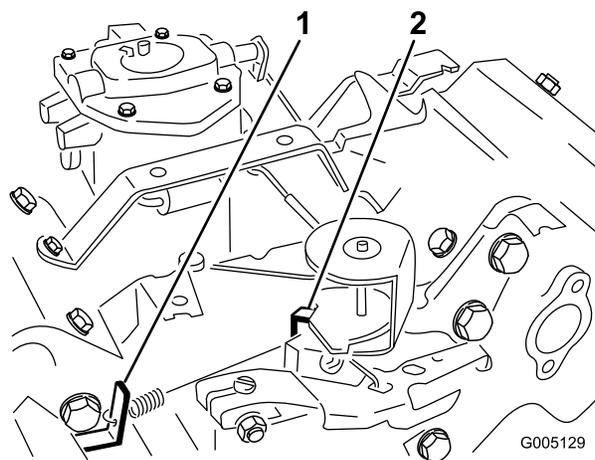

図 48
3. 調速アイドルスプリングアンカーの耳 (図 48) を曲げて、エンジン速度を 1650±100 RPM に調整する。タコメータで速度を確認のこと。
- スロットルコントロールをFAST位置とする。高速アイドルスプリングアンカーの耳(図 48)を曲げて、エンジン速度を 3400±50 RPM に調整する。